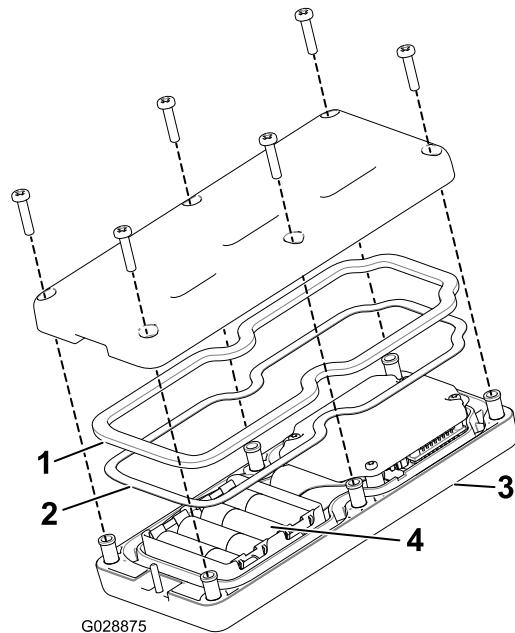

Figura 21
2. Instale as pilhas no encaixe terminal observando a devida polaridade. O encaixe tem gravadas marcas de polaridade em cada terminal (Figura 21).
comando remoto e volte a colocar a tampa traseira (Figura 21).
4. Prenda a tampa com seis parafusos (Figura 21) e aperte-os com uma força de 1,5 a 1,7 N·m.